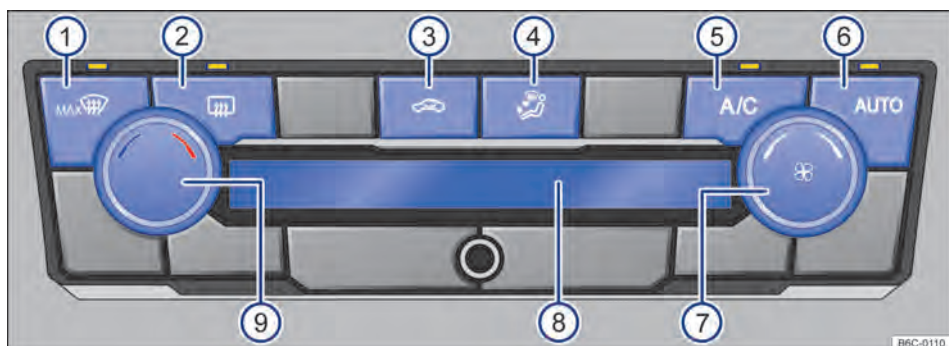

Fig. 85 Comandos do Climatronic.
- *Climatronic*: girar o regulador do ventilador para a esquerda até o batente → Fig. 85 .
Com o botão  → Fig. 85  é possível ligar o modo automático do Climatronic.
mático se desliga quando a ventilação é alterada manualmente ou com a alteração da distribuição de ar através do botão → Fig. 85  pressionar.
- *Climatronic*: girar o regulador rotativo esquerdo → Fig. 85 .
No display do Climatronic → Fig. 85  é indicada a temperatura ajustada. ▶
- *Climatronic*: girar o regulador do ventilador → Fig. 85 (7).
- *Climatronic*: pressionar o botão → Fig. 85 (4) para posição desejada, a distribuição selecionada será indicada no display (8).
– *Climatronic*: pressionar o botão  → Fig. 85 (1).